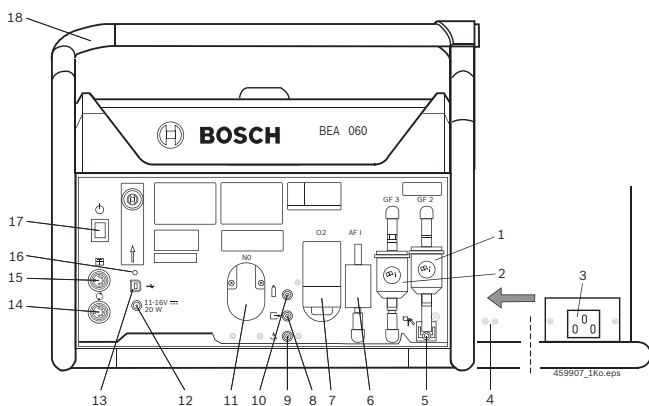

Fig. 1: BEA 060
i BEA 060 también puede alimentarse de tensión mediante la batería del vehículo a través del cable de conexión para toma de enchufe del encendedor (accesorios especiales) (ver la conexión en la fig. 1, pos. 12).
1. Conectar el cable de conexión a red en el BEA 060 y fijarlo con sujetacables en los orificios (fig. 1, pos. 4) para descarga de tracción del cable de conexión a red.
- ➔ El indicador LED (fig. 1, pos. 16) parpadea alternado en color naranja y verde.
➔ El indicador LED (fig. 1, pos. 16) se apaga, BEA 060 está desconectado.